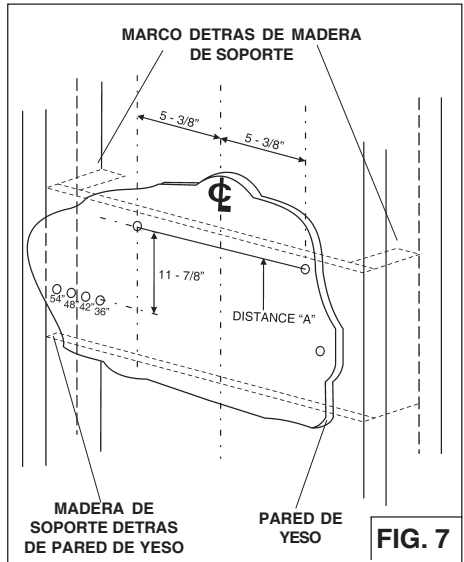

FIG. 7
- Construya un marco de madera dentro de la pared que este al ras de los taquetes (Fig. 7).